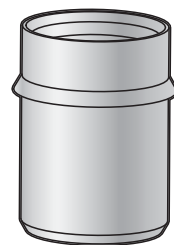

Рисунок 4
**ВНИМАНИЕ!** Проставка(и) (рисунок 4), идущая(ие) в комплекте (за исключением модификации корпуса фильтра SLIMLINE) позволяет произвести правильную установку фильтрующего элемента из вспененного полипропилена (или прочих фильтрующих элементов, без сердечника) в пазы крышки и колбы.